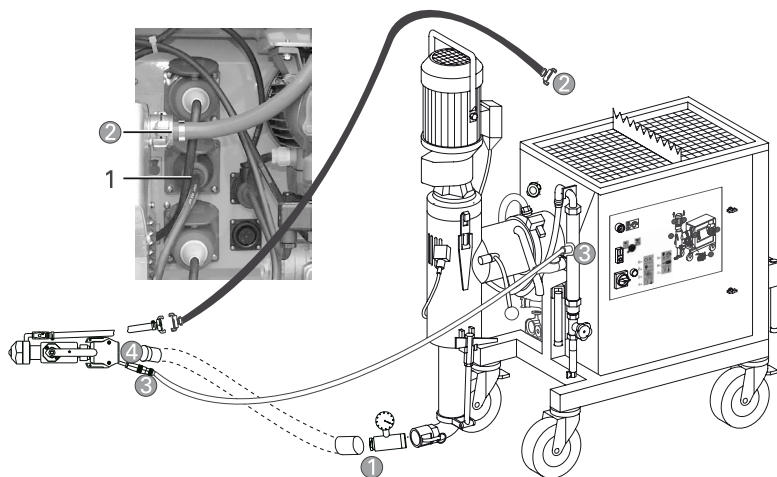

Bild 17: Anschlüsse bei Verwendung des Feinputzspritzgerätes
- Kompressor an der entsprechenden Anschlußdose anschließen (Bild 17, 1)
- Luftschlauch, der den Kompressor mit der Luftpumpe verbindet, vom Kompressor abmontieren und stattdessen den Luftschlauch des Spritzgerätes an die GEKA-Kupplung des Kompressors ankoppeln (Bild 17, 2)
- Mörtelschlauch am Spritzgerät ankoppeln (Bild 17, 4)
- Fernsteuercable an der Flanschdose (4pol) anschließen (Bild 17, 3)